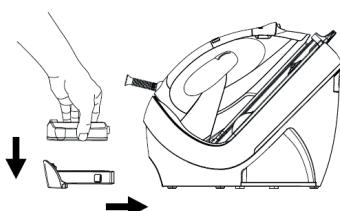

Рис. 5
- Поместите новый картридж и вставьте ёмкость обратно в подставку (Рис. 5).